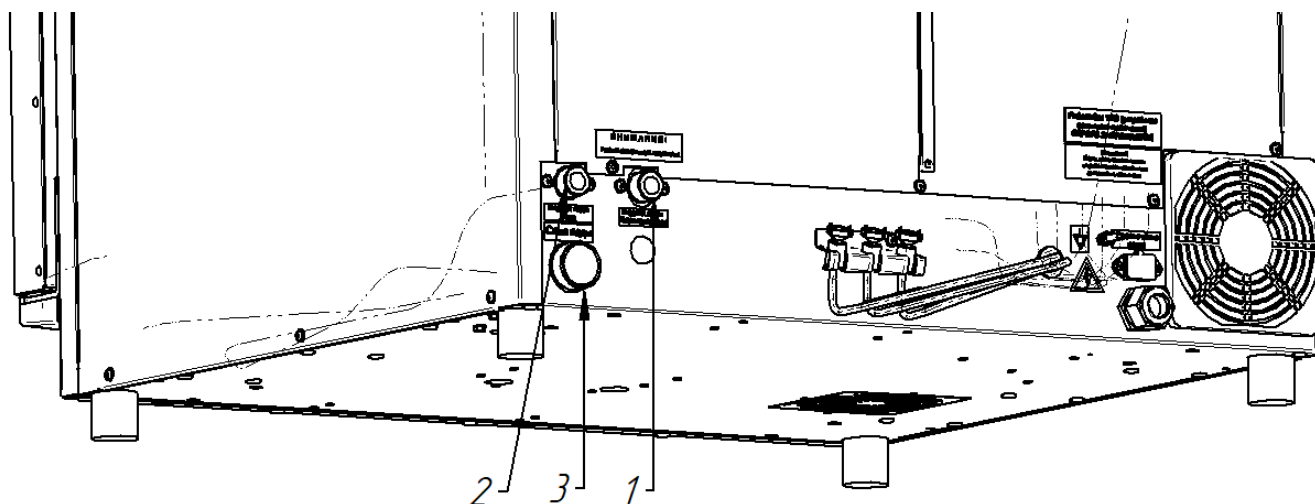

Рис. 4. Подключение к системе водоснабжения
- G3/4 (см. рис.4 поз.1 (наружная резьба)). Подключение выполнить через водоумягчительную установку (водородно-ионного обмена). Рекомендуется использовать BRITA PURITY C300 Quell ST.
- G3/4" (см. рис.4 поз.2 (наружная резьба)) – душевое устройство. Допускается подключать к системе водоснабжения (без системы водоподготовки).
- установить кран слива с парогенератора (см. рис.4 поз.4) в положение «Закрыто» (только для пароконвектоматов без системы автоматической мойки);